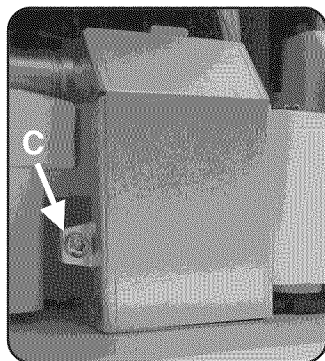

Figure 13/Illus. 13
- 1) Remove the junction box cover by removing the screw on the left side of the junction box, as shown in Figure 13, letter C, and lifting the junction box cover up and off.
- 1) Retirer le couvercle en enlevant la vis sur le côté gauche de la boîte comme à la figure 13, lettre C et enlever le couvercle en le soulevant.
- 1) Quite la tapadera de la caja de conexiones por medio de desarmar el tornillo en el lado izquierdo de la caja, como muestra la flecha C en la Ilustración 13, y elevar la cubierta hasta que se suelte.